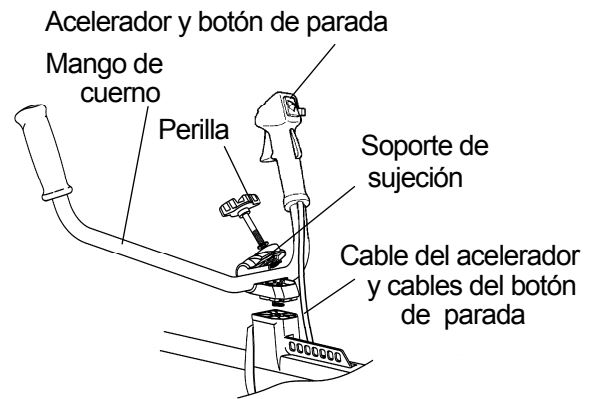

Fig.1
2. Insertar el mango de cuerno en el soporte de sujeción, como se muestra en la fig. 1. Recuerde que los interruptores de encendido y apagado van en la parte derecha de la Desbrozadoras/ Cortadoras de hierba.